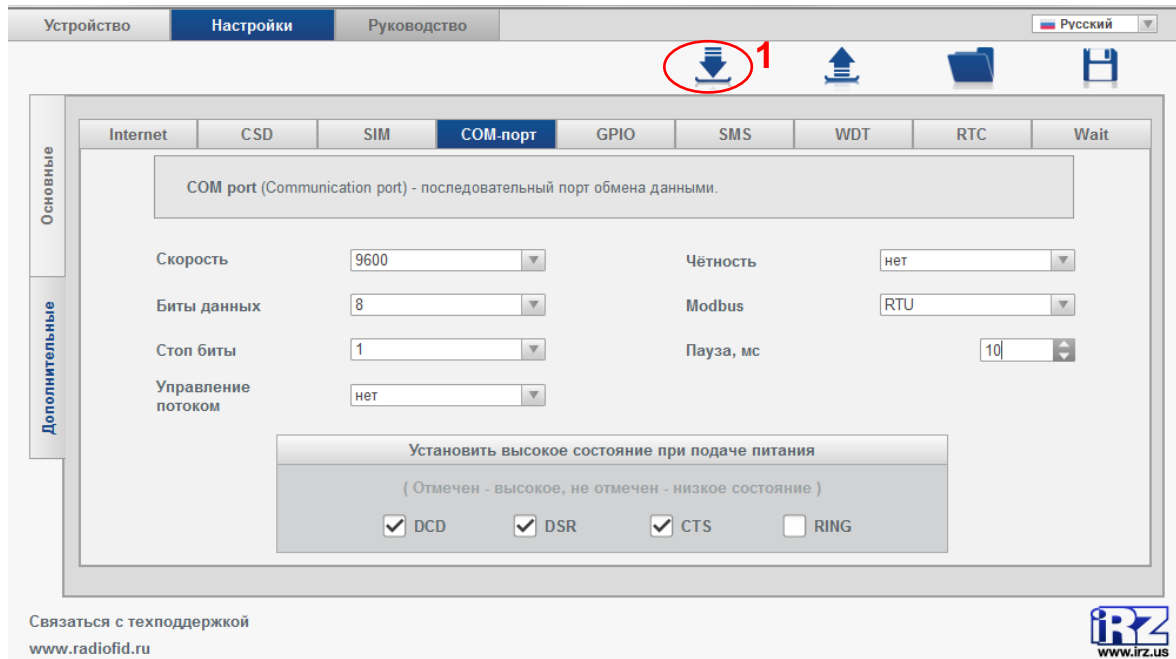

Рис. 3.10 Программа ATM Control — вкладка «COM-порт»
5. Для изменения настроек COM-порта откройте вкладку **Настройка** → **Дополнительные** → **COM-порт**. Выберите для параметра **Скорость** значение **9600**, для параметра **Modbus** — значение **RTU**, а для параметра **Пауза** — значение **10** (см. Рис. 3.10).
6. Для сохранения настроек на модем нажмите кнопку **Запись** (см. цифру 1 на Рис. 3.10).